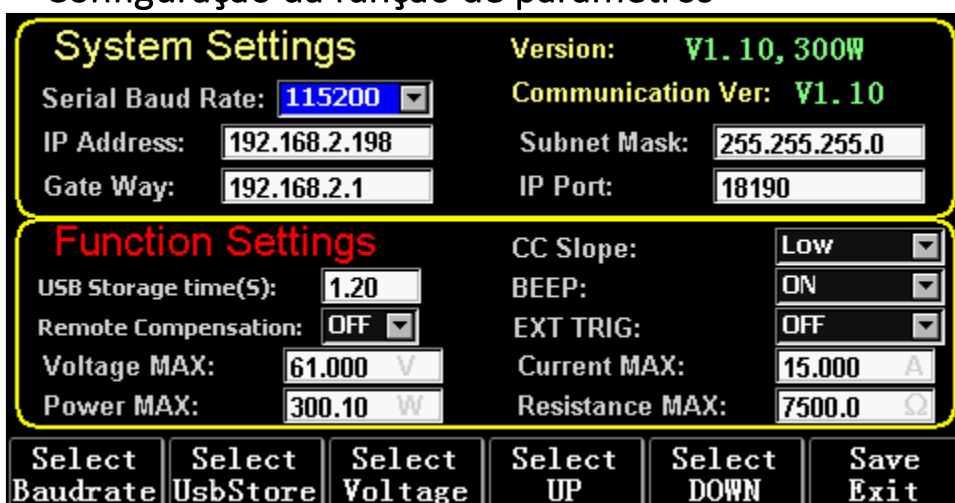

Fig. 10.1 Configuração de parâmetros
- 1) Prima F6 (Config), utilize a tecla Tab para mudar o foco para USB Store (Fig. 10.1 Definição de parâmetros).